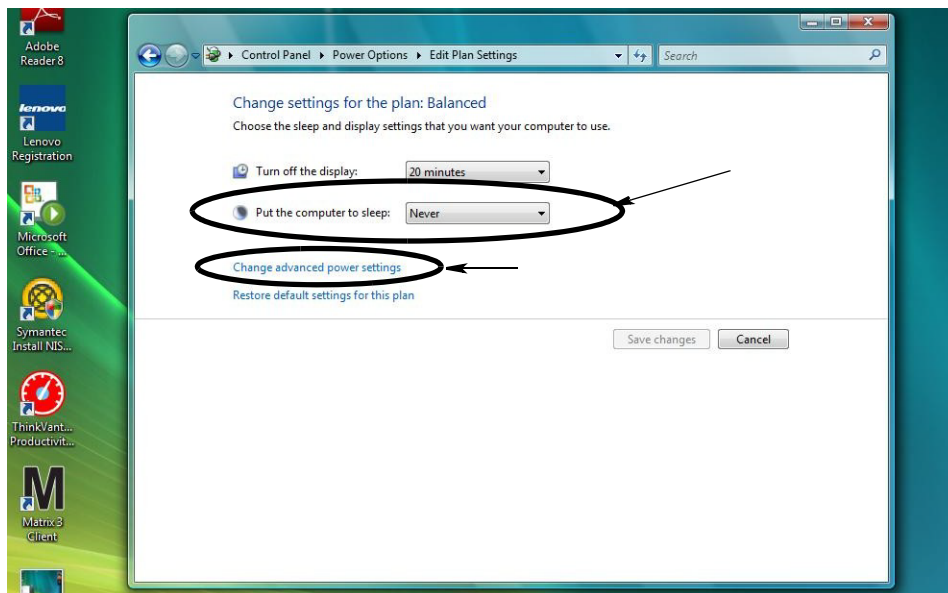

FIG. 35
4. Cambie el campo “Poner al equipo en estado de suspensión” a NUNCA. Después, seleccione “Cambiar la configuración avanzada de energía” (FIG. 35).